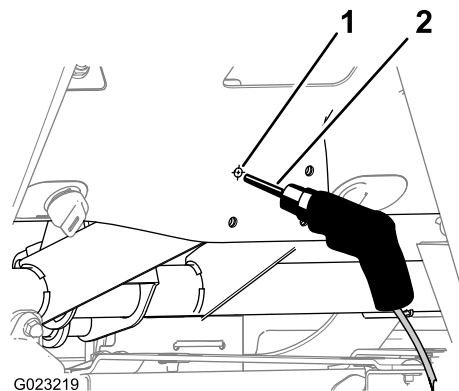

Figure 18
6. Localisez le centre du contour que vous avez tracé à l'opération 4, et repérez cet emplacement avec un pointeau. (Figure 18).
7. À l'aide d'un foret de 8,5 mm, percez un trou dans la planche de bord à l'emplacement marqué au pointeau (Figure 18).